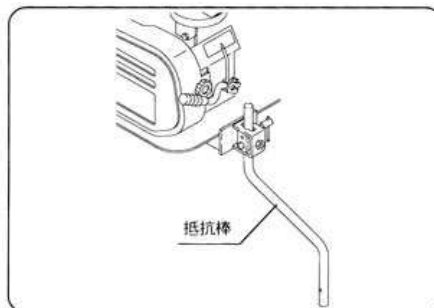

図19
1) 耕す深さの調整方法 (図19・20)
- ① 抵抗棒によりハンドルの高さの調整および進行スピードの調整をおこないます。